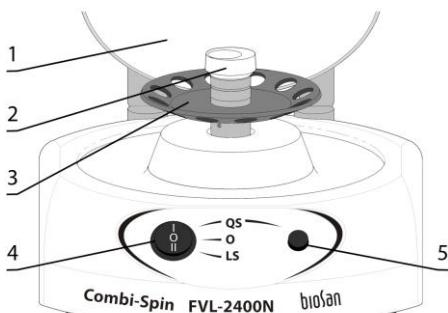

Рисунок 2. FVL-2400N
5.3.2 **Быстрое центрифугирование.** Откройте крышку (рис. 2/1). Вставьте пробирки в ротор, соблюдая равновесие. Закройте крышку. Переведите переключатель питания (рис. 2/4) в положение **I (QS)**. Нажмите и держите нажатой кнопку **QS** (рис. 2/5) для центрифугирования. После отпускания кнопки ротор останавливается. Переведите переключатель питания в положение **O** (выключено), откройте крышку и извлеките пробирки.
5.3.3 **Вортексирование.** Уберите все пробирки из ротора и закройте крышку. Переведите переключатель питания в положение **I (QS)**. Мягко держа пробирку за верх, прижмите низ пробирки к углублению головки вортекса (рис. 2/2). Для вортексирования, нажмите и держите нажатой кнопку **QS**. После отпускания кнопки ротор останавливается. Переведите переключатель питания в положение **O**.